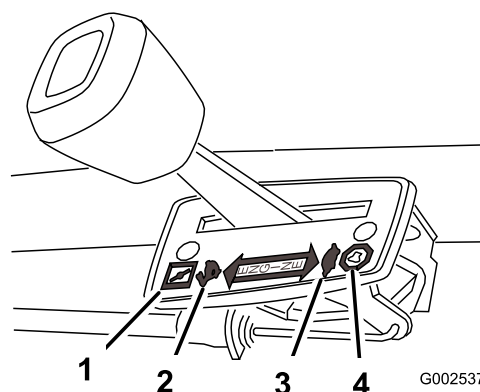

Figura 6
Le impostazioni dell'acceleratore sono riportate nella Figura 6.
3. Portate la leva dell'acceleratore in posizione Starter (Figura 6).